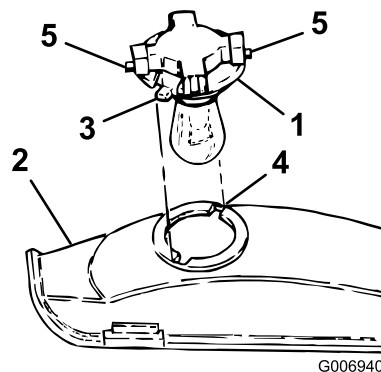

Figure 53
- Dévissez l'embase d'un quart de tour dans le sens anti-horaire et déposez-la du réflecteur (Figure 53).
4. Alignez ces languettes (Figure 53) et les rainures du réflecteur, introduisez l'embase dans le réflecteur et vissez-la à fond d'un quart de tour vers la droite.